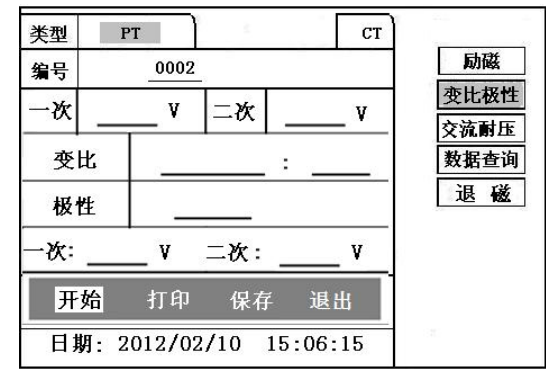
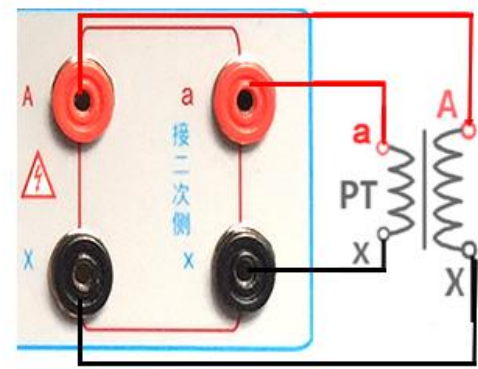

图 21：PT 变比极性测试界面
图 22：PT 变比极性接线图
9.3.1 参数设置：测试界面见图 21，一次侧电压：011000V；二次侧电压：100V、100/√3、100/3、150V、220V。
按照图 22 进行接线，PT 一次侧接 A、X，PT 二次侧接 a、x。进入 PT “变比极性”测试界面，如图 21。设置二次侧额定电压及编号后，旋转控制器将光标移动至“开始”选项，按下控制器，试验即开始。